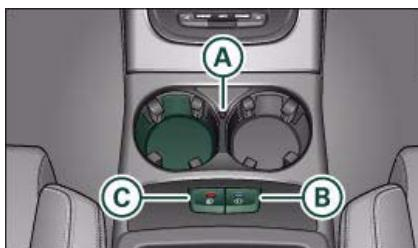

Fig. 73 Consola central: Portabebidas climatizado
- Para mantener una bebida **fría** pulse la tecla (B) ⇒ fig. 73. El diodo de la tecla se enciende (azul).
- Para mantener una bebida **caliente** pulse la tecla (C). El diodo de la tecla se enciende (rojo).
- Para desactivar la correspondiente función, pulse la tecla que esté activada (B) o (C). El diodo de la tecla se apaga.